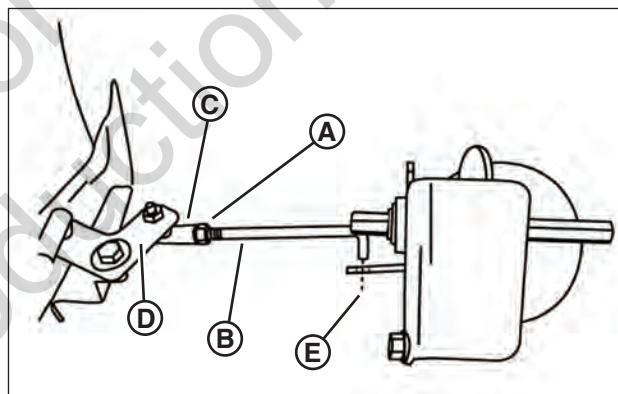

Figure 28: Réglage de la tige de transfert
- Desserrez le contre-écrou (**A**, **Figure 28**) fixant la tige de transfert (**B**) au joint à rotule (**C**) sur le support d'articulation (**D**).